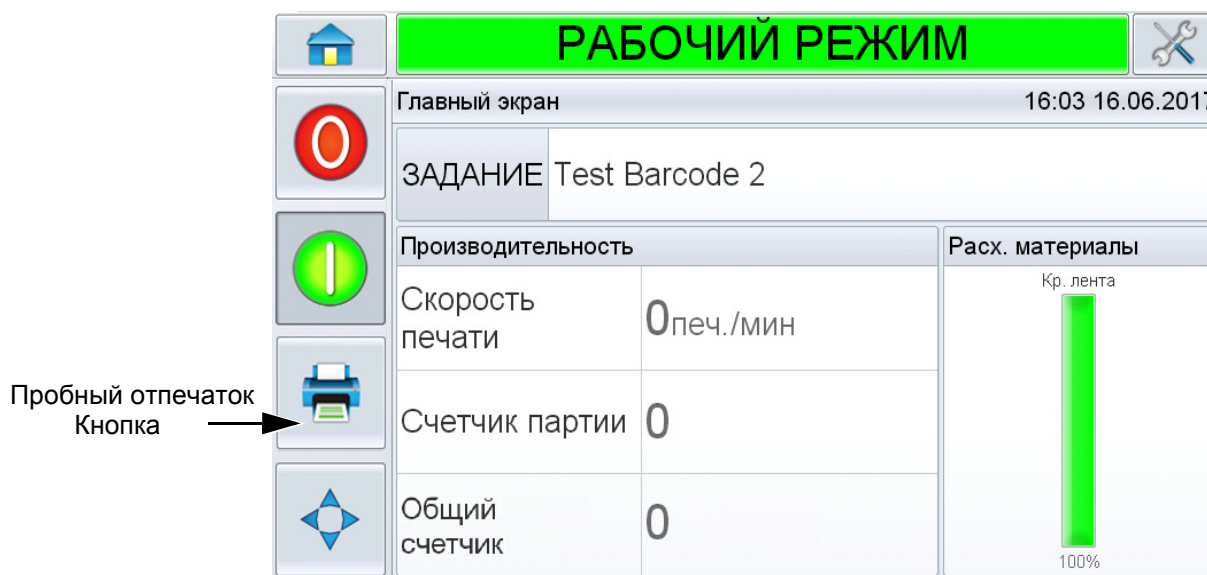

Рис. 4-21: Кнопка Печать пробной страницы
Пробное изображение может быть напечатано до запуска печати принтера, чтобы проверить уровень качества печатного изображения. Если данная функция была заблокирована инженером по установке, то кнопка Печать пробной страницы (Рисунок 4-21) будет отображаться серым цветом. Кроме того, чтобы кнопка Печать пробной страницы была активной, принтер должен быть переключен в режим РАБОЧИЙ РЕЖИМ.
3. Нажмите  на экране управления CLARiTY (Рисунок 4-21). Принтер начнет печатать пробную страницу.